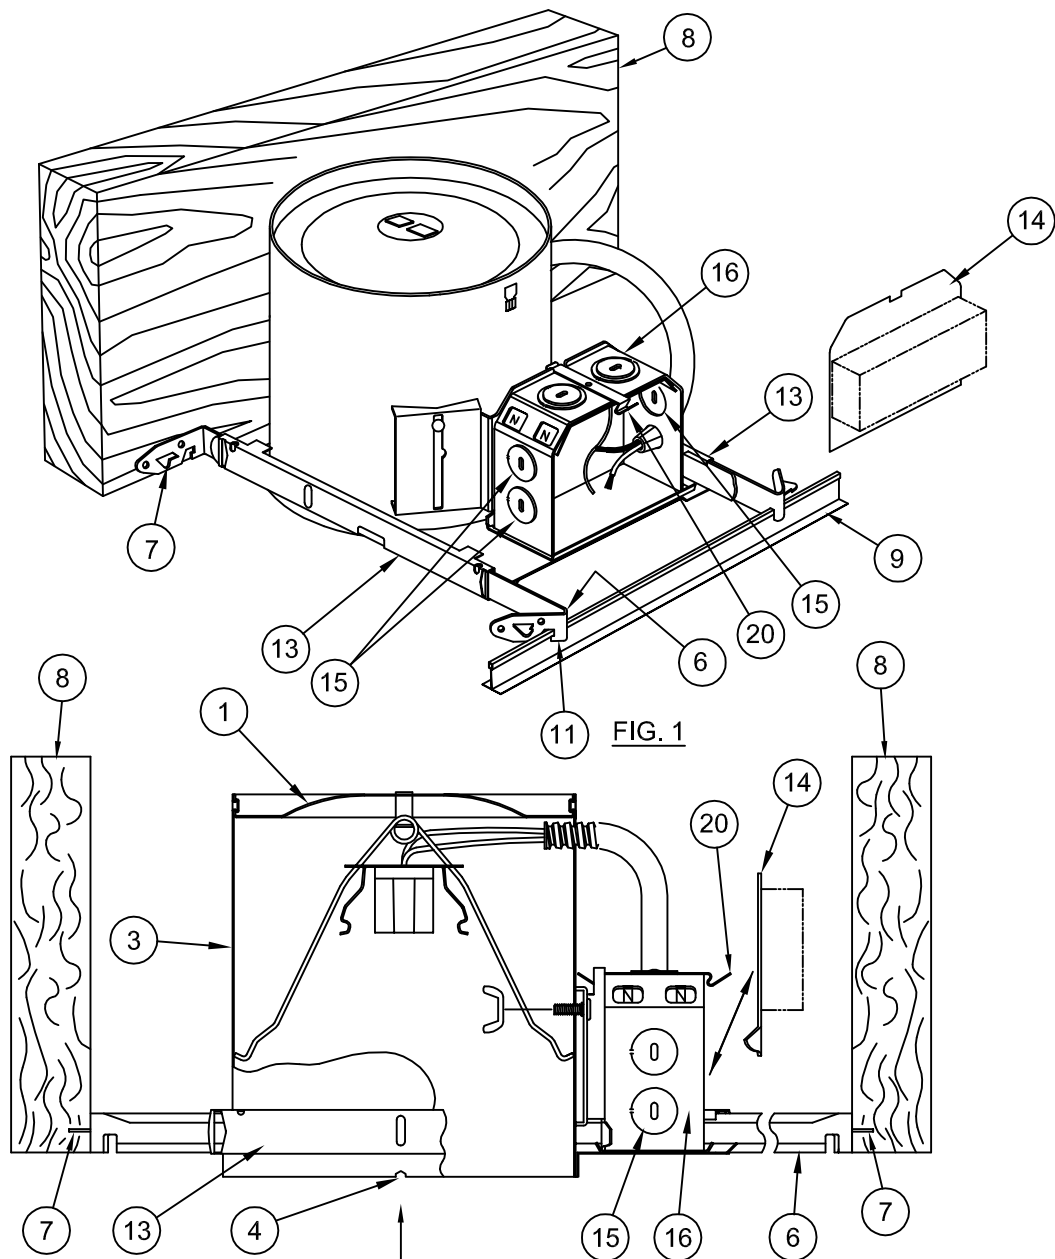

FIG. 1
A.- For Wooden Joists: Use the Centering Notches (4) located on the plaster frame to position the fixture. Extend the Hanger Bars (6) and hammer the 4 Nailer Tabs (7) into Joists (8). Drive additional nails through holes in Hanger Bars for alternate support if required (Fig.1). Bars may be bent to fit tight mounting conditions.
B.- On Suspended Ceilings: Place the Fixture on the ceiling grid with the "T" Bars (9) running through the Hanger Bar Notches (10). Fold the Hanger Bar ends closed to engage the integral Tabs (11). Secure with pliers if necessary.
C.- Locate Housing along Hanger Bar in desired position and using pliers, squeeze the 4 Locking Tabs (12) in the Plaster Frame (13) tightly over the Bars to prevent further Housing movement.
D.- Unsnap Junction Box Cover (14) by lifting the Leaf spring (20).
A.- PARA VIGUETAS: Utilice las muescas para alineación (4), ubicadas en el armazón enyesado para situar la unidad; extienda los colgadores de barra (6) hasta que se topen con las viguetas y martille las cuatro orejas en forma de clavo (7) en la viguetas (8). Martille más clavos en los agujeros en los colgadores de barra para proporcionar más soporte si es necesario (Fig. 1). Se puede doblar los colgadores de barra para acomodarse a condiciones estrechas de montaje.
B.- EN FALSOS TECHOS: Posicione la unidad sobre la rejilla con las barras "T" (9) penetrando las muescas en los colgadores de barra (10). Doble los cabos de los colgadores de barra de manera que encajen con las pestañas integrantes (11). Cierre con alicates si es necesario.
C.- UBIQUE LA CAJA: en el colgador de barra donde se desea; usando alicates, apriete firmemente las cuatro pestañas de cierre (12) en el armazón enyesado (13) sobre las barras para evitar algún movimiento de la caja.
A.- POUR SOLIVES: Utilisez les dents de centrage (4), situées sur le cadre en plâtre pour localiser le dispositif; placez les barres de suspension (6) afin qu'elles se trouvent entre les solives et tapez les quatre languettes à clouer (7) dans les solives (8). Enfoncez des clous supplémentaires dans les trous aux barres de suspension pour donner plus de support (Fig. 1). Les barres de suspension peuvent être pliées pour s'adapter aux conditions étroites de montage.
B.- DANS FAUX PLAFONDS: Placez le dispositif sur le cadre du plafond de manière que les barres en "T" (9) pénètrent les dents sur les barres de suspension (10). Appuyez sur les bouts des barres de suspension afin qu'ils s'engagent avec les languettes intégrantes (11). Utilisez une pince s'il est nécessaire.
C.- LOCALISEZ LE LOGEMENT: dans la position désirée au long de la barre de suspension; avec une pince appuyez fermement sur les quatre languettes (12) dans le cadre en plâtre et (13) contre les barres pour conserver la position du logement.